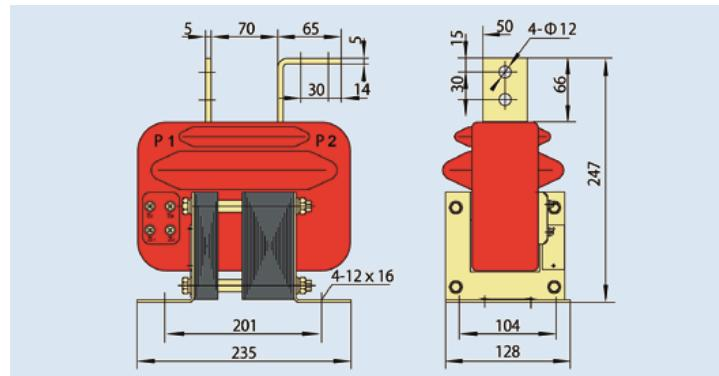

Рис. 6.1 Внешний вид и размеры трансформатора тока LJJC-10 5~300 A
6.1 Внешний вид и размеры трансформатора тока LJJC-10 5~300 A (см. рис. 6.1)